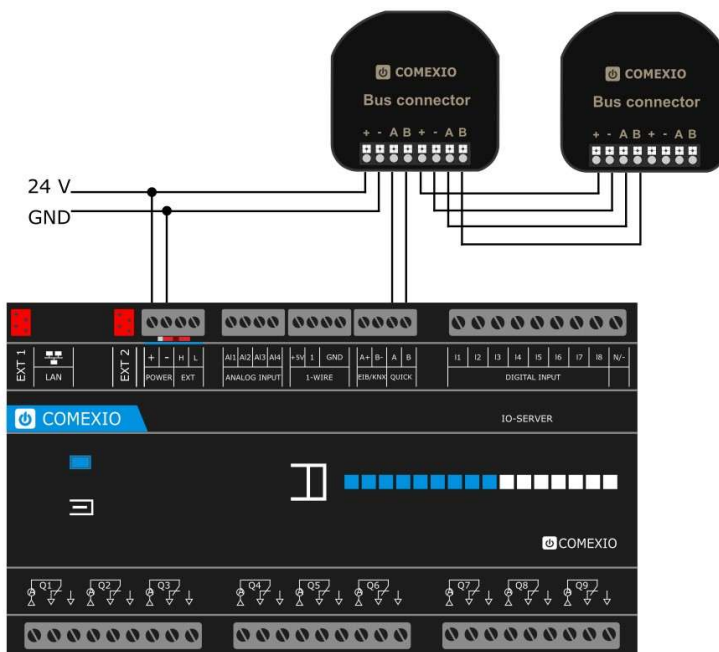

Bild 3 | Figure 3 (Abbildung ähnlich / Image similar)
1. Schließen Sie die Versorgungsspannung und am Bus connector an (Bild 3)
1. Connect the supply voltage and to the bus connector (Figure 3)